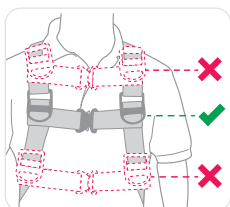

Figura 12
- Cureaua de piept trebuie să fie perpendiculară pe stern (osul pieptului) (figura 12).